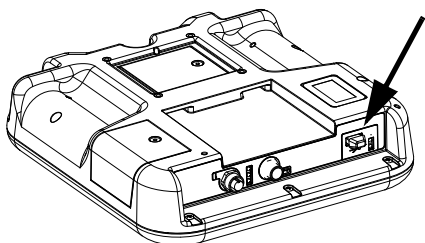

図 4: ADM USB ポート
1. USB フラッシュドライブを USB ポートに挿入します。図 4 のように設置します。